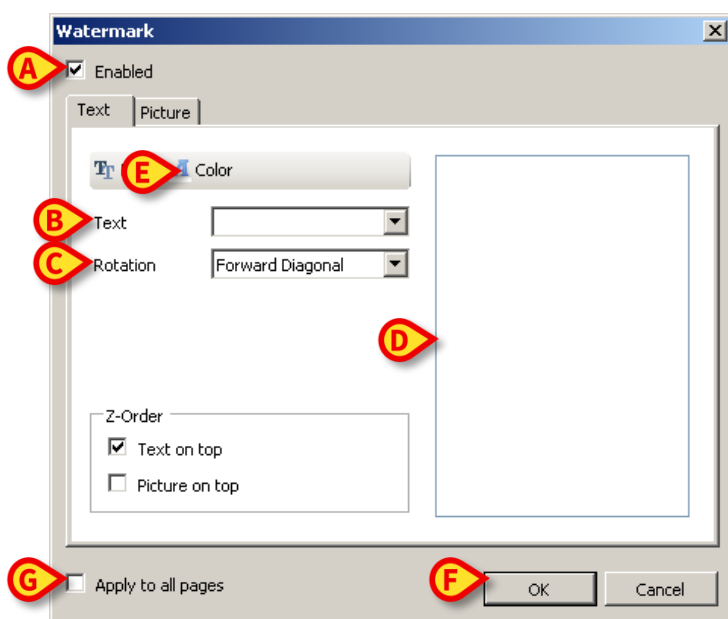

Fig 25
Het volgende venster wordt nu geopend (Fig 25).
- moet u ervoor zorgen dat de checkbox "**Vrijgeven**" is geselecteerd (Fig 25 **A**), omdat anders de inhoud van het venster niet kan worden gewijzigd.
- Voer de tekst in veld "**Tekst**" in (Fig 25 **B**).
- Geef de gewenste oriëntatie van het watermerk (diagonaal, horizontaal, verticaal) aan met menu "**Draaien**" (Fig 25 **C**).
Er wordt nu een voorbeeld weergegeven op de in Fig 25 **D** aangegeven plaats.
- Gebruik de in Fig 25 **E** aangegeven toetsen om het lettertype en de kleur van het watermerk te kiezen.
- Klik op toets "**Ok**" (Fig 25 **F**).
Als checkbox "**Op alle pagina's toepassen**" is aangevinkt (Fig 25 **G**), wordt het watermerk op alle pagina's van het document toegepast; is dit niet het geval, wordt het alleen op de huidige pagina toegepast.